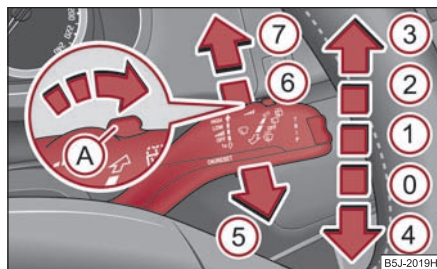

Fig. 56 Maneta de acționare a ștergătoarelor de parbriz
Maneta de acționare a ștergătoarelor ⇒ fig. 56 are următoarele poziții:
- Apăsăți maneta înspre bord, în poziția ⑥ ⇒ pagina 61, fig. 56, ștergătorul va acționa la fiecare 6 secunde.
Pentru spălarea farurilor, după fiecare a cincea spălare a parbrizului se vor spăla și farurile; pentru aceasta farurile trebuie să fie aprinse și maneta de acționare a ștergătoarelor de parbriz trebuie să fie menținută cca. 1 secundă în poziția **(S)** ⇒ pagina 61, fig. 56.